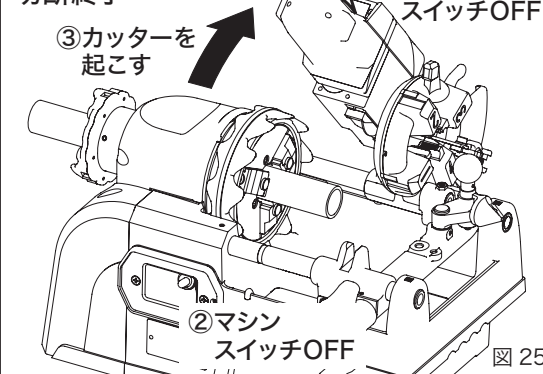

図 25
4. 切断終了 (図 25)
- ①カッターのスイッチを OFF にします。
- ②マシンのスイッチを OFF にします。
- ③刃物とパイプの回転が停止したのを確認してから、カッターを起こしてください。